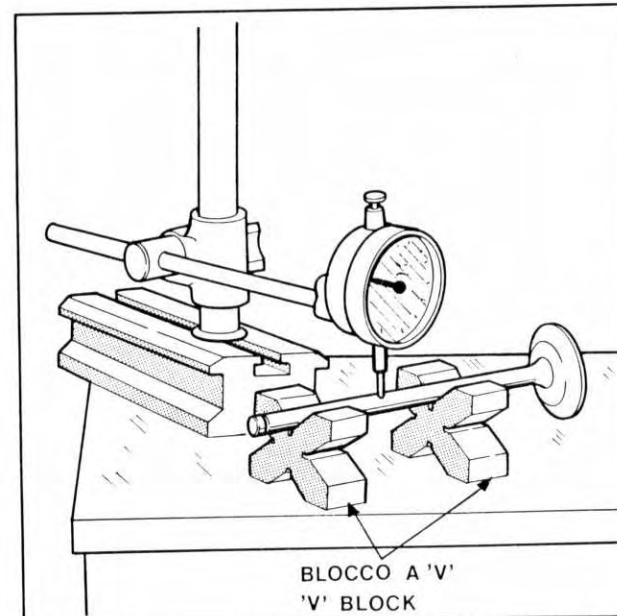

Fig. 46
- Verificare la rettilineità dello stelo mediante due piccoli blocchi a V ed un comparatore (fig. 46); (una verifica più approssimativa può venire effettuata fissando l'estremità dello stelo nel mandrino di un trapano a colonna). Massima curvatura ammessa: 0,05 (lettura sul comparatore). Qualora la curvatura superi questo valore, sostituire la valvola.
- Check valve stem for bend by means of two small Vee-blocks and a dial gauge (fig. 46); (a less precise measurement can be done placing the stem end in a lathe or up-right drill chuck).